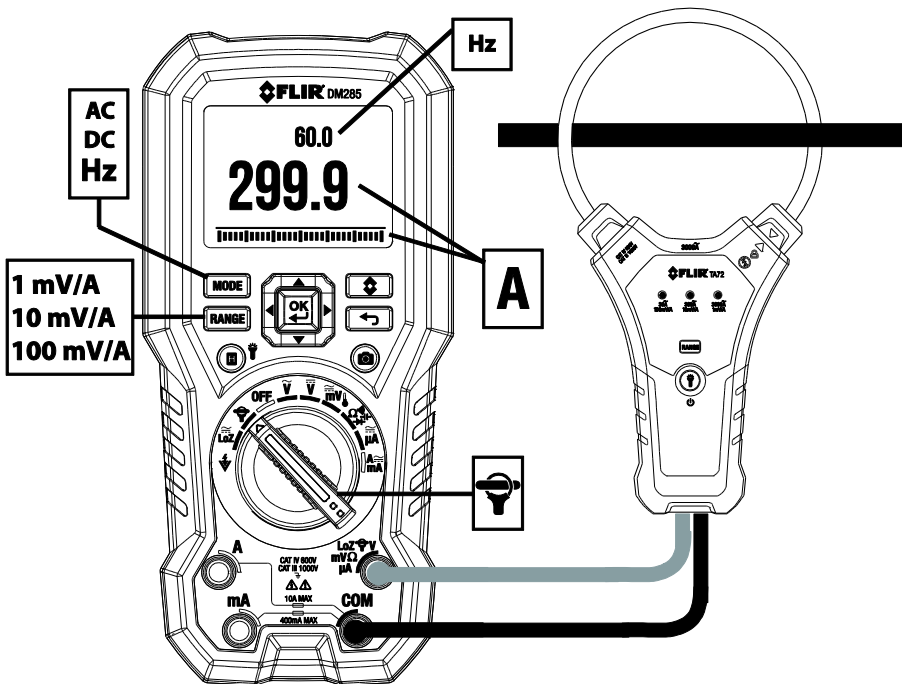

Fig. 9-12 Festing av FLEX-klemme
2. Koble til en klemmeadapter slik vist i **Fig. 9-12**.